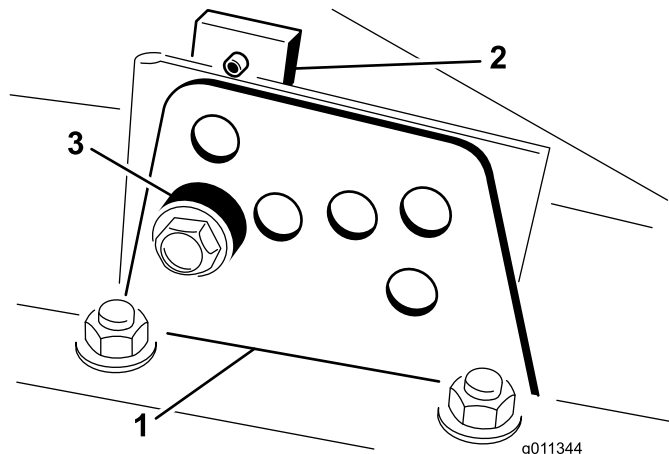

Figure 19
coupe (à l'avant et de chaque côté), comme montré à la Figure 19.
4. Tout en supportant la chambre, déposez l'entretoise (Figure 19).